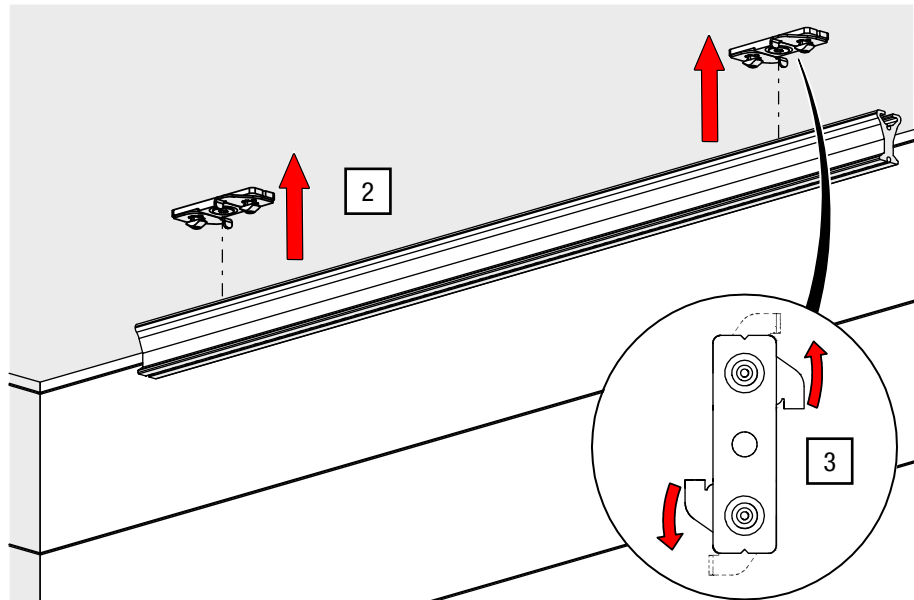

Abb. 23: Deckenmontage – Schiene an Montageplatte befestigen
2. Heben Sie die Schiene an und positionieren Sie die auf den Montageplatten in Endposition (siehe Abb. 23).
3. Verriegeln Sie die Montageplatten an den seitlichen Griffen mit der Schiene (siehe Abb. 23).